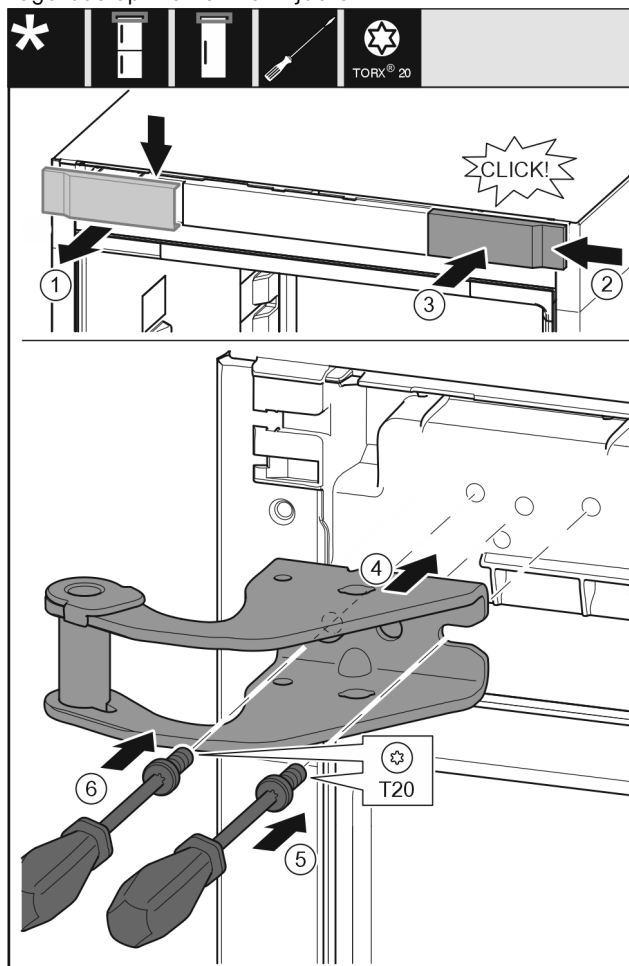

Fig. 9
- ▶ Afdekking van boven naar voren toe verwijderen. Fig. 9 (1)
- ▶ Afdekking 180° gedraaid op de andere kant van rechts aanbrengen. Fig. 9 (2)
- ▶ Afdekking vastklikken. Fig. 9 (3)
- ▶ Bovenste lagerbus plaatsen. Fig. 9 (4)
- ▶ Schroef met schroevendraaier T20 aanbrengen en vastdraaien. Fig. 9 (5)
- ▶ Schroef met schroevendraaier T20 aanbrengen en vastdraaien. Fig. 9 (6)